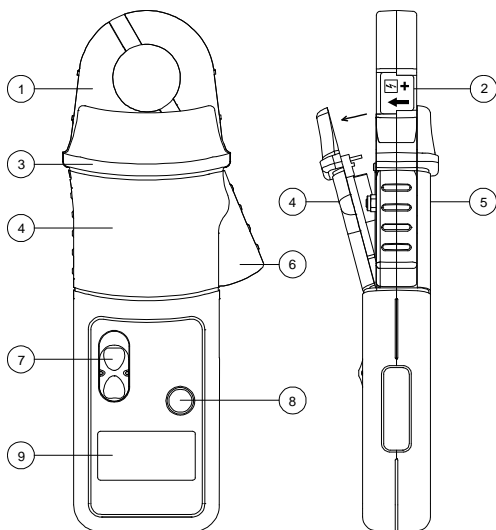

FIG 1
- Non tenere il clamp-on-metro ovunque al di fuori della barriera tattile vedi FIG 1, al fine di evitare contatti pericolosi con il conduttore.
Quando la tensione della batteria ha raggiunto il minimo, sul display appare il simbolo di batteria scarica. Vedi fig. 1 e procedere nel modo seguente per sostituire la batteria.
Allentare la vite imperdibile del coperchio vano batterie. Sollevare il coperchio di 30° e staccarlo dal corpo come mostra la fig 1. Sostituire la batteria, riposizionare il coperchio e fissarlo con la vite.
La responsabilità per l'uso in sicurezza è dell'operatore che deve essere adeguatamente qualificato e autorizzato. Usando la pinza amperometrica, fare attenzione a non mettere le dita oltre il **collare di protezione**, vedi fig. 1 Prima dell'uso controllare sempre che pinza e cavi non siano danneggiati.